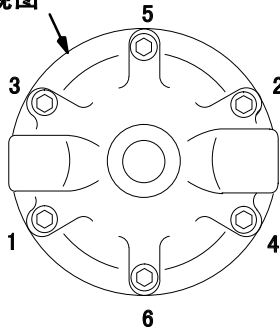

图 5
6. 拆下球形阀（20）、阀座（16）和垫圈（15）。参见图 5。
17. 在外壳（6）中装上弹簧、调节螺钉（12）和顶盖。用注释中所指定的扭力，按图 5（底视图）所示顺序拧紧这 6 颗螺钉（1）。